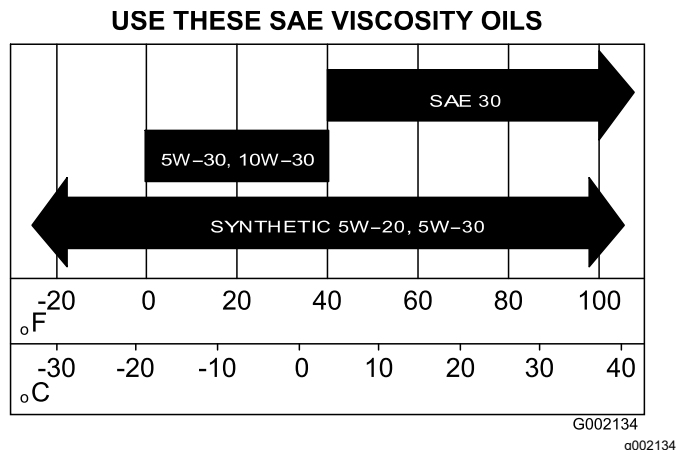

Рисунок 38
5. Залейте в картер двигателя масло указанного типа (Рисунок 38).